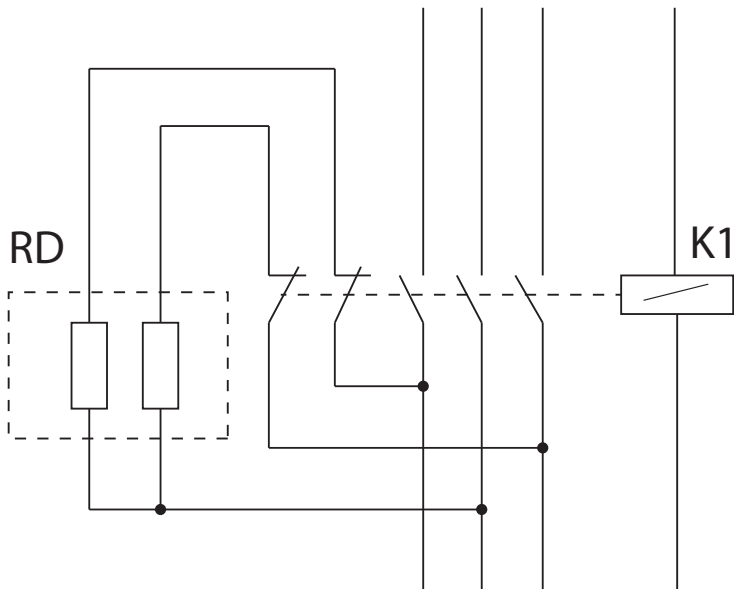

Figura 10: Conexión de las resistencias de descarga.
- ✓ En caso de que la batería incluya resistencias de descarga RD, comprobar que están en buen estado (no están abiertas ni presentan síntomas de quemadura). (Figura 10)